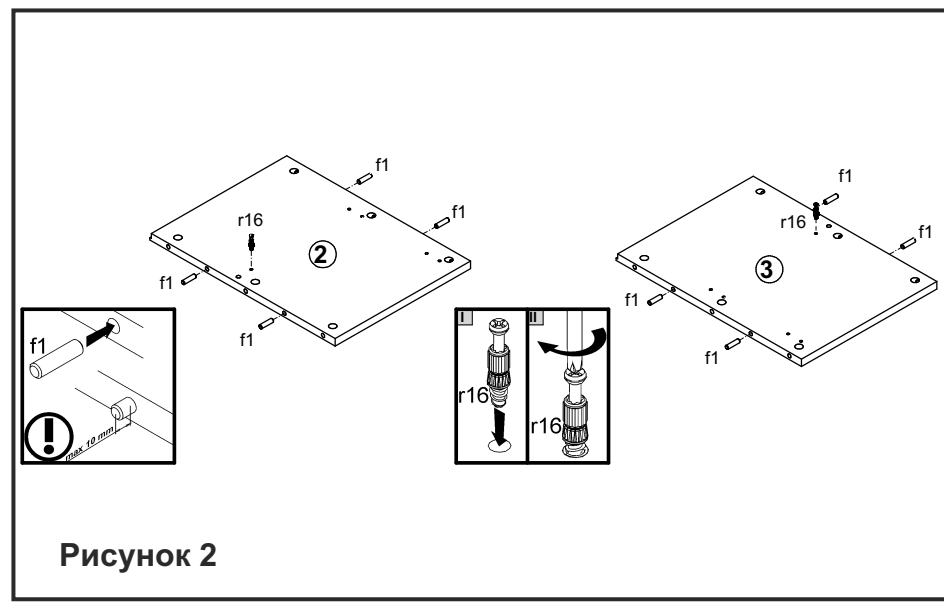

Рисунок 2
4. В отверстия $\varnothing 15$ мм на внутренних поверхностях стенок боковых **2, 3**, на задней поверхности планки цокольной **6** вставить стяжки эксцентриковые **r1** (см. рис. 2).